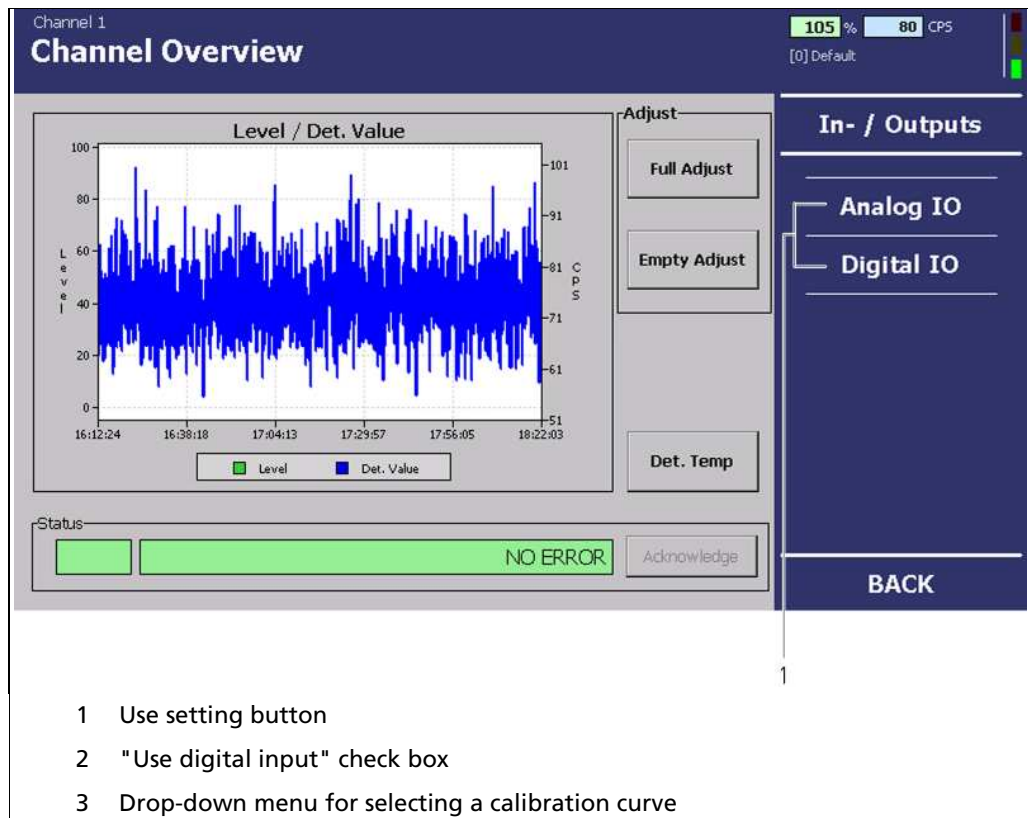

Fig. 64 "Channel Overview" Menu, Settings - In/Outputs
2. Click on <Analogue IO> or <Digital IO> (Fig. 64, Pos. 1).